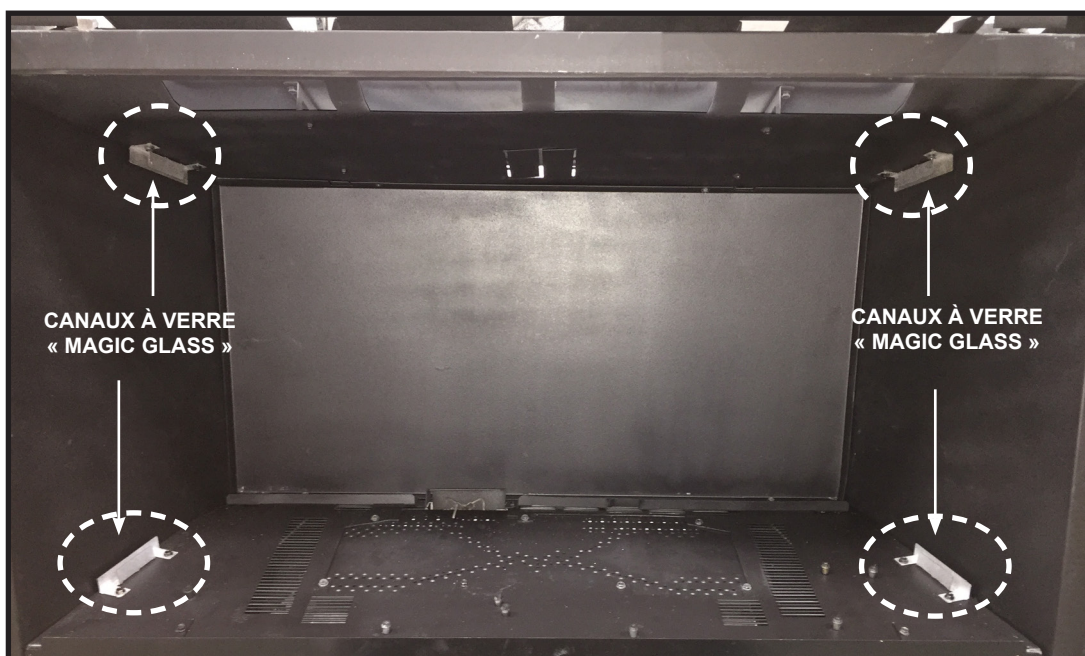

Figure 3 Positionnez les quatre (4) canaux à verre « Magic glass »
1. Positionnez les quatre (4) canaux à verre « Magic glass » et vissez-les. Voir la figure 3.